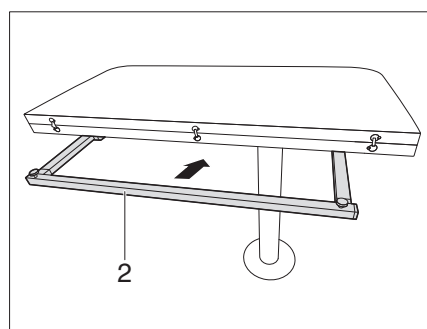

Fig. 122 Inserire la sottostruttura del tavolo ribaltabile
- Inserire la sottostruttura del tavolo (Fig. 122,2).